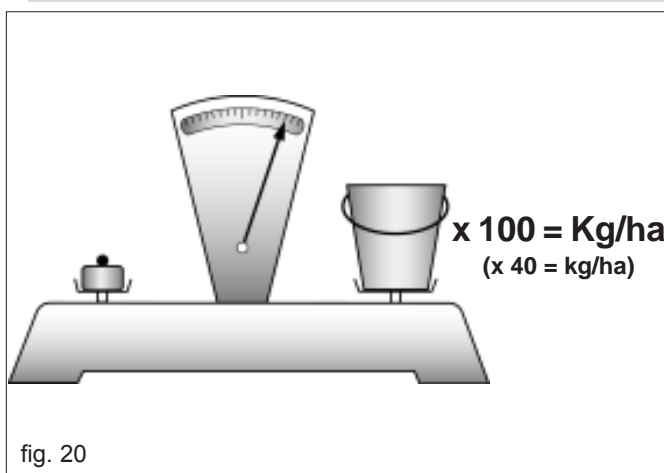

fig. 20
- 7) Die in den Sammelbehältern gesammelte Saatgutmenge wiegen und unter Bezug auf die durchgeführten Drehungen mit 100 oder 40 multiplizieren. Das Ergebnis ist die in Kilogramm pro Hektar ausgestreute Saatgutmenge (Abb. 20).
- 8) Die in der Sammelwanne vorhandene Menge wiegen, mit 100 bzw. mit 40, je nach Anzahl der durchgeführten Drehungen, multiplizieren. Das Ergebnis entspricht der verteilten Menge in Kilogramm pro Hektar (Abb. 20).